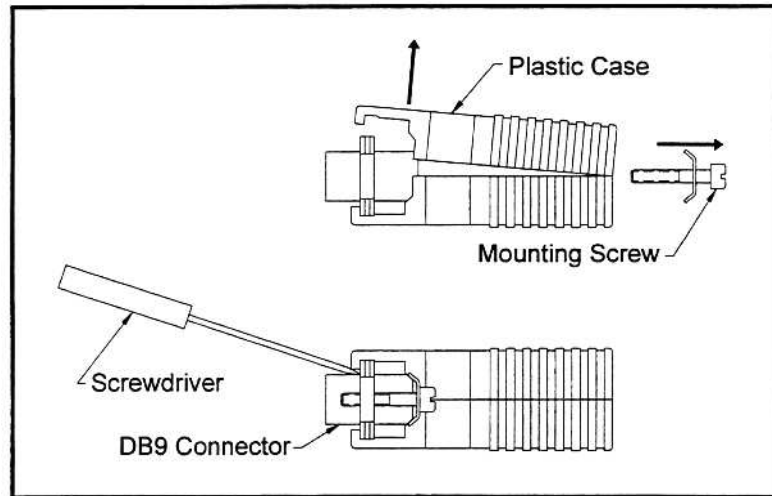

図 6-2 : コンバータケースの開放
5. 小さなドライバを使用して、6-8 ページの図 6-2 に示すように、シリアルインタフェースコンバータのプラスチックケースをこじ開けます。